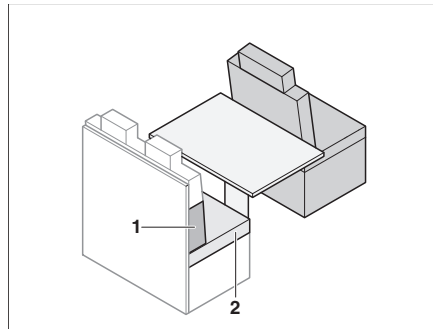

Bild 161 Vor dem Umbau
- Sitzpolster (Bild 161,2) entfernen.
- Rückenpolster (Bild 161,1) zwischen das Sitzpolster und die Rückwand legen. Die Keilform beachten.